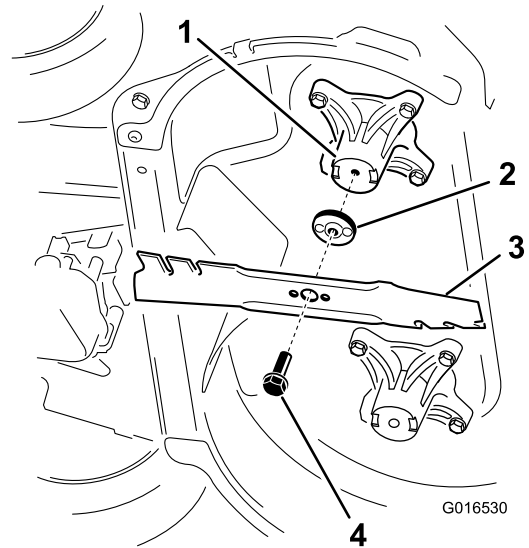

Figura 42
2. Retire cada cuchilla, según se muestra en Figura 42.
1. Instale la primera cuchilla en posición horizontal, junto con todos los herrajes de montaje, según se muestra en Figura 42.